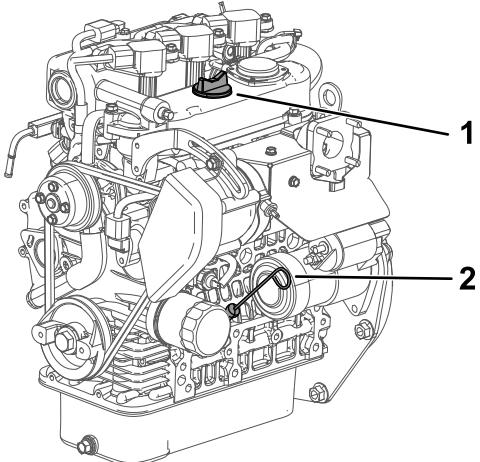

图35
4. 取出量油尺用干净的抹布擦拭 图35。
5. 将量油尺插入量油尺管道中并确保它完全插入图35。
6. 取出量油尺并检查油位图35。
7. 如果油位较低请取下加油颈盖图35然后添加足够机油将油位提高到量油尺上的“已满”标记。
8. 将量油尺固定到位图35。